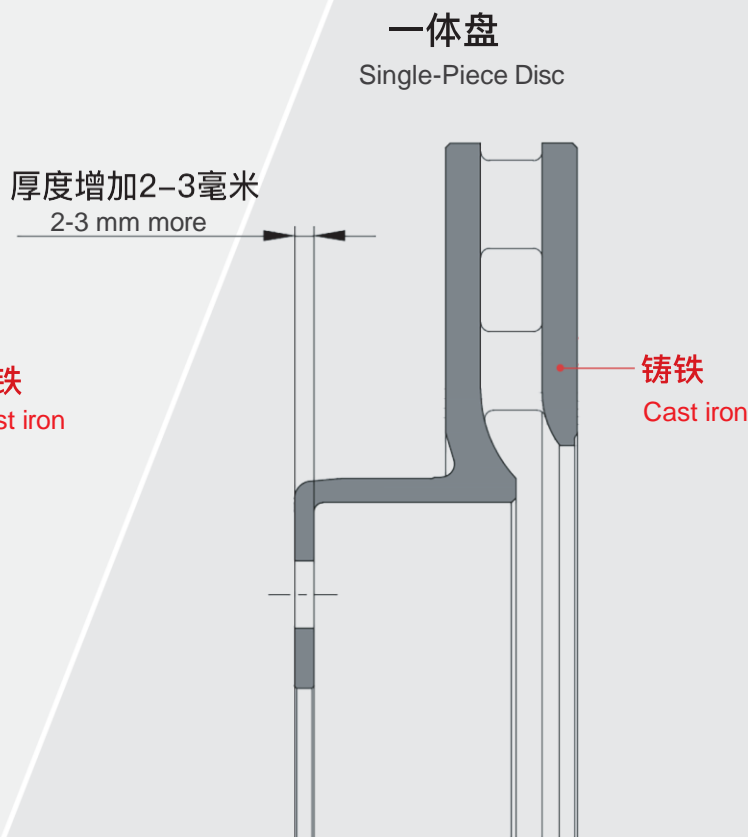

图2 (Pic.2)
- 奔驰原厂专利双金属盘由一块独立的钢制安装轴承面与一块灰铸铁材料结合而成; 而泰克斯塔采用了灰铸铁材料的一体盘(见图2);